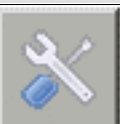

Рисунок 1 - Внешний вид прибора.
Моноблочная конструкция прибора (рис.1) включает в себя электронный блок **1**, датчик **2**, ручку **3**.
6.2.1 Включите прибор нажатием кнопки **6** (см. рис. 1). На дисплее кратковременно появится отчет о самотестировании компонентов прибора, информация о приборе и напряжении источника питания, затем прибор переключится в главное меню.